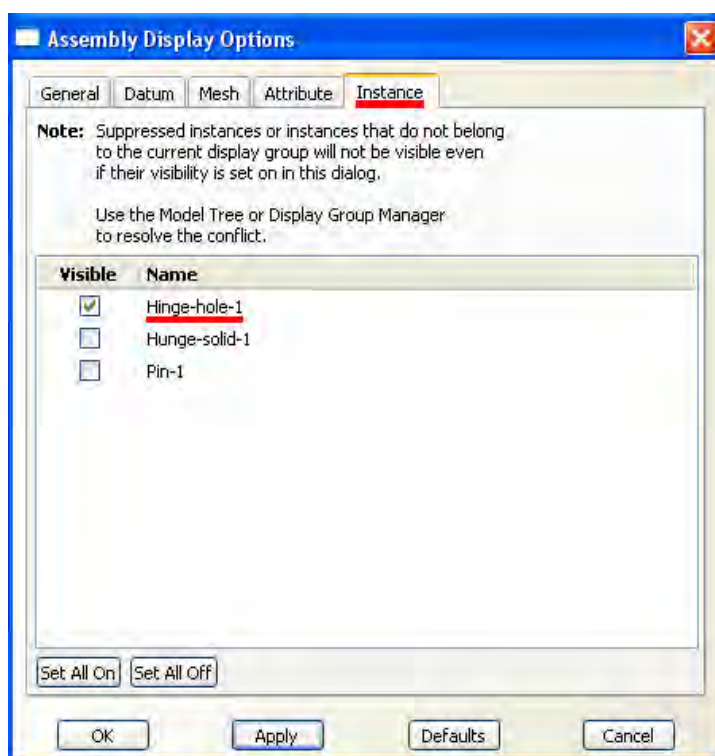

Рисунок. 7.62 – Закладка Instance в окне **Assembly Display Options**
**Options.** В появившемся диалоговом окне **Assembly Display Options**, щелкните по закладке **Instance** (Рисунок. 7.62). Экземпляры детали, которые вы создали, перечислены в списке с отметками в столбце **Visible**. По умолчанию видимы все экземпляры деталей. Щелкните в столбце **Visible** рядом с **Pin-1** и **Hinge-solid-1**, и щелкните **Apply**. **Abaqus/CAE** покажет в графическом окне только часть петли с отверстием для смазки.